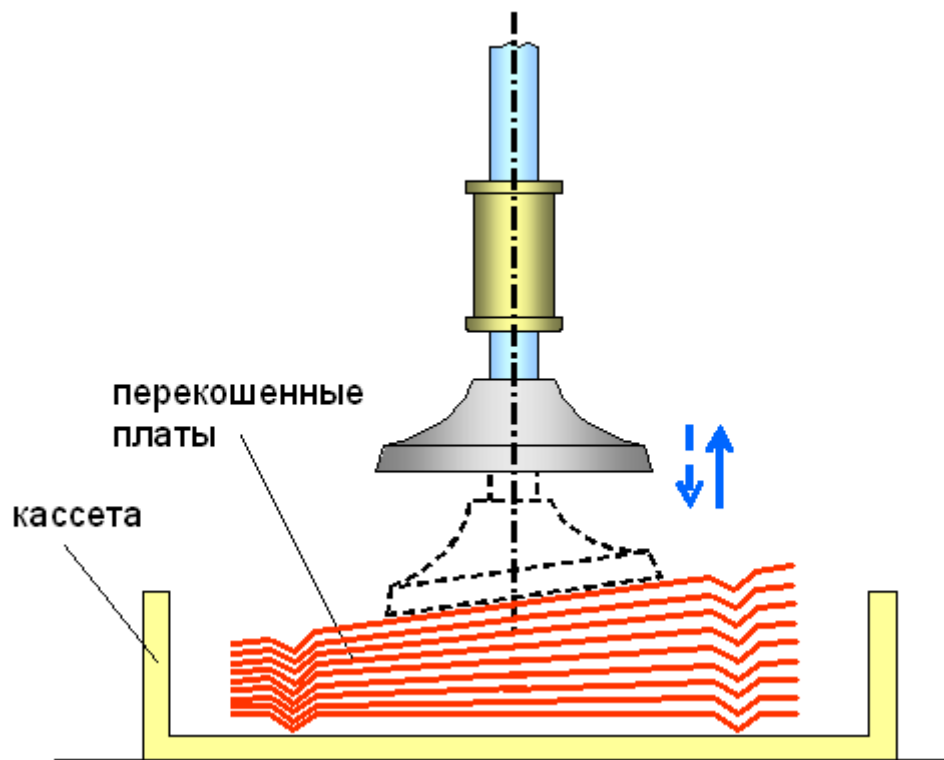

Рис. 3. Пневматическая присоска
- Пробовали. Вместо рычажного схвата мы поставили присоску (рис. 3).